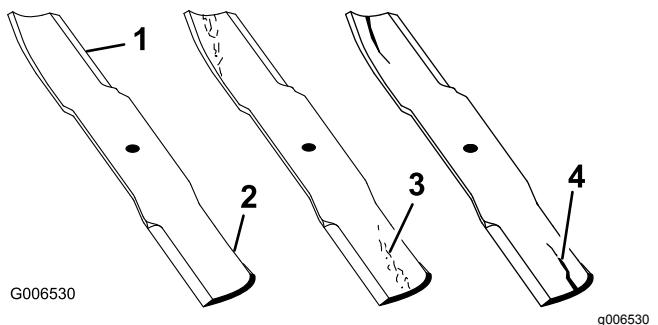

Bild 32
2. Prüfen Sie die Schnittkanten des Messers sorgfältig, insbesondere dort, wo die geraden Flächen die gebogenen berühren (Bild 32). Da Sand und anderes reibendes Material das Metall abschleifen kann, das die flachen mit den gebogenen Teilen verbindet, müssen Sie das Messer vor jedem Einsatz der Maschine prüfen. Wenn Sie Abnutzungen (Bild 32) feststellen, tauschen Sie das Messer aus, siehe Entfernen und Einbauen der Messer \(Seite 22\).
Wenn sich das Messer abwetzen kann, bildet sich ein Schlitz zwischen dem Windflügel und dem flachen Teil des Messers (Bild 32). Zuletzt kann sich ein Stück des Messers lösen und aus dem Gehäuse herausgeschleudert werden. Das kann zu schweren Verletzungen bei Ihnen selbst und Unbeteiligten führen.